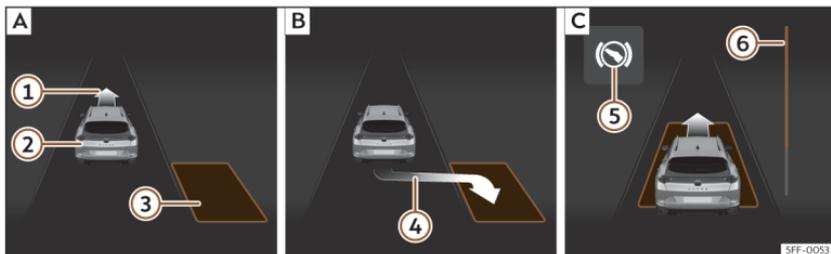
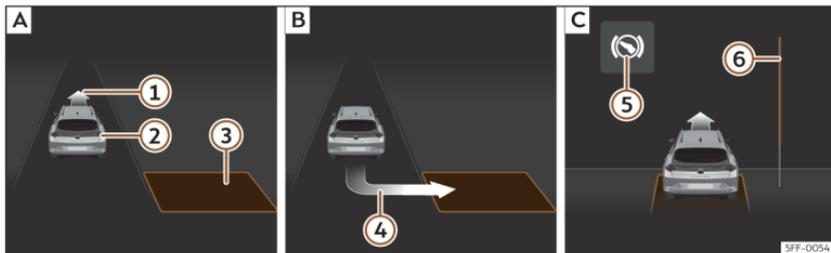

Abb. 151 Am Bildschirm des Kombi-Instruments: längs einparken. **A:** Parklücke suchen. **B:** Position zum Einparken. **C:** Rangieren.
Abb. 152 Am Bildschirm des Kombi-Instruments: quer einparken. **A:** Parklücke suchen. **B:** Position zum Einparken. **C:** Rangieren.
>>> (Abb. 151) **B** oder >>> (Abb. 152) **B** erreicht wurde. Die Parklücke wird als „geeignet“ betrachtet, wenn auf dem Bildschirm des Kombi-Instruments die Anzeige zum Einparken erscheint **④**.
- Fahren Sie rückwärts, bis das Dauertonsignal des ParkPilot ertönt; **ODER:** fahren Sie zurück, bis auf dem Bildschirm des Kombi-Instruments die Anzeige für Vorwärtsfahren >>> (Abb. 151)  oder >>> (Abb. 152)  erscheint; **ODER:** fahren Sie zurück, bis am Bildschirm des Kombi-Instruments die Meldung **Park Assist beendet** erscheint. Die Fortschrittsanzeige  zeigt den zurückzulegenden Abstand an.
fahren, bis das Fahrzeug gerade in der Parklücke steht >>> (Abb. 151)  bzw. >>> (Abb. 152) .
Die Fortschrittsanzeigen >>> (Abb. 151)  und >>> (Abb. 152)  am Bildschirm des Kombi-Instruments zeigt symbolisch die noch zu fahrende relative Fahrstrecke an. Je länger die Distanz ist, desto größer ist der Füllstand des Fortschrittsbalkens. Bei Vorwärtsfahrt nimmt die Füllung des Fortschrittsbalkens nach oben ab und bei Rückwärtsfahrt nimmt die Füllung des Fortschrittsbalkens nach unten ab.